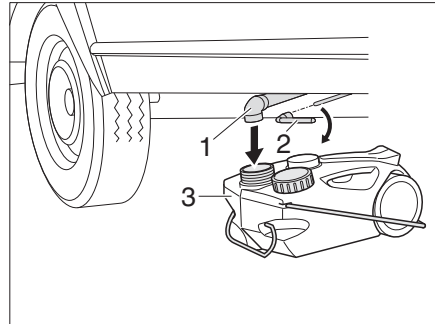

Bild 148 Avloppstank under golv
- Ställ avloppstank, mobil (Bild 148,3) under avloppsrören (Bild 148,1).
- Sätt hylsnyckeln (Bild 148,2) på fyrkanten.